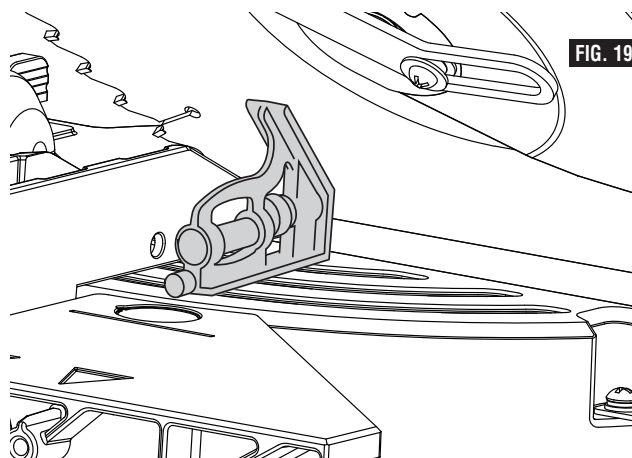

FIG. 19
8. Utilisez une équerre combinée pour vérifier que la lame est d'équerre avec la table. Placez l'équerre combinée sur la table et pressez sa surface de 45° contre la lame. Si la lame n'entre pas en contact avec toute la longueur de l'équerre, suivez la procédure d'étalonnage (voir la figure 19).